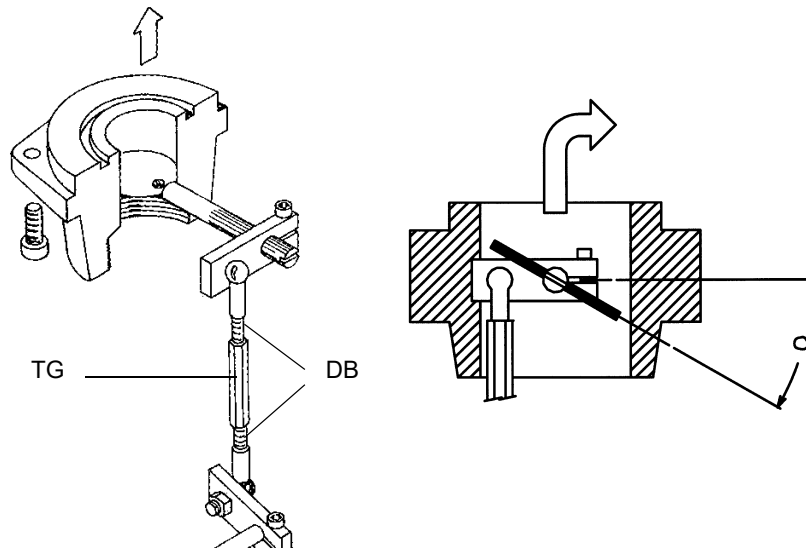

Fig. 5
- 9 Para variar el caudal del gas aflojar los dados **DB**, Fig. 5, y regular el rincón?? de abertura de la válvula de mariposa girando el tirante **TG**, la rotación horaria incrementa el caudal del gas, aquel antioraria la disminuye. El corte sobre el árbol de la válvula de mariposa indica el rincón de abertura medido con respecto del eje horizontal, Fig. 5. ????